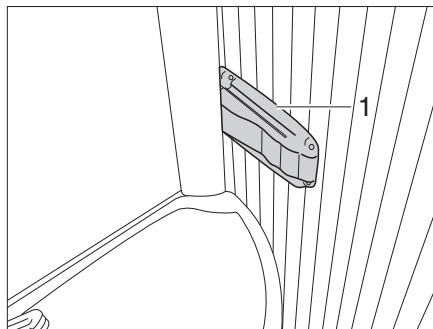

Fig. 344 Inodoro Vario, bloqueo de la pared de la ducha
- Apretar el bloqueo (Fig. 344,1), a la derecha, en el borde del lavabo y tirar levemente del lavabo. El lavabo se mueve con la pared dorsal hacia delante.